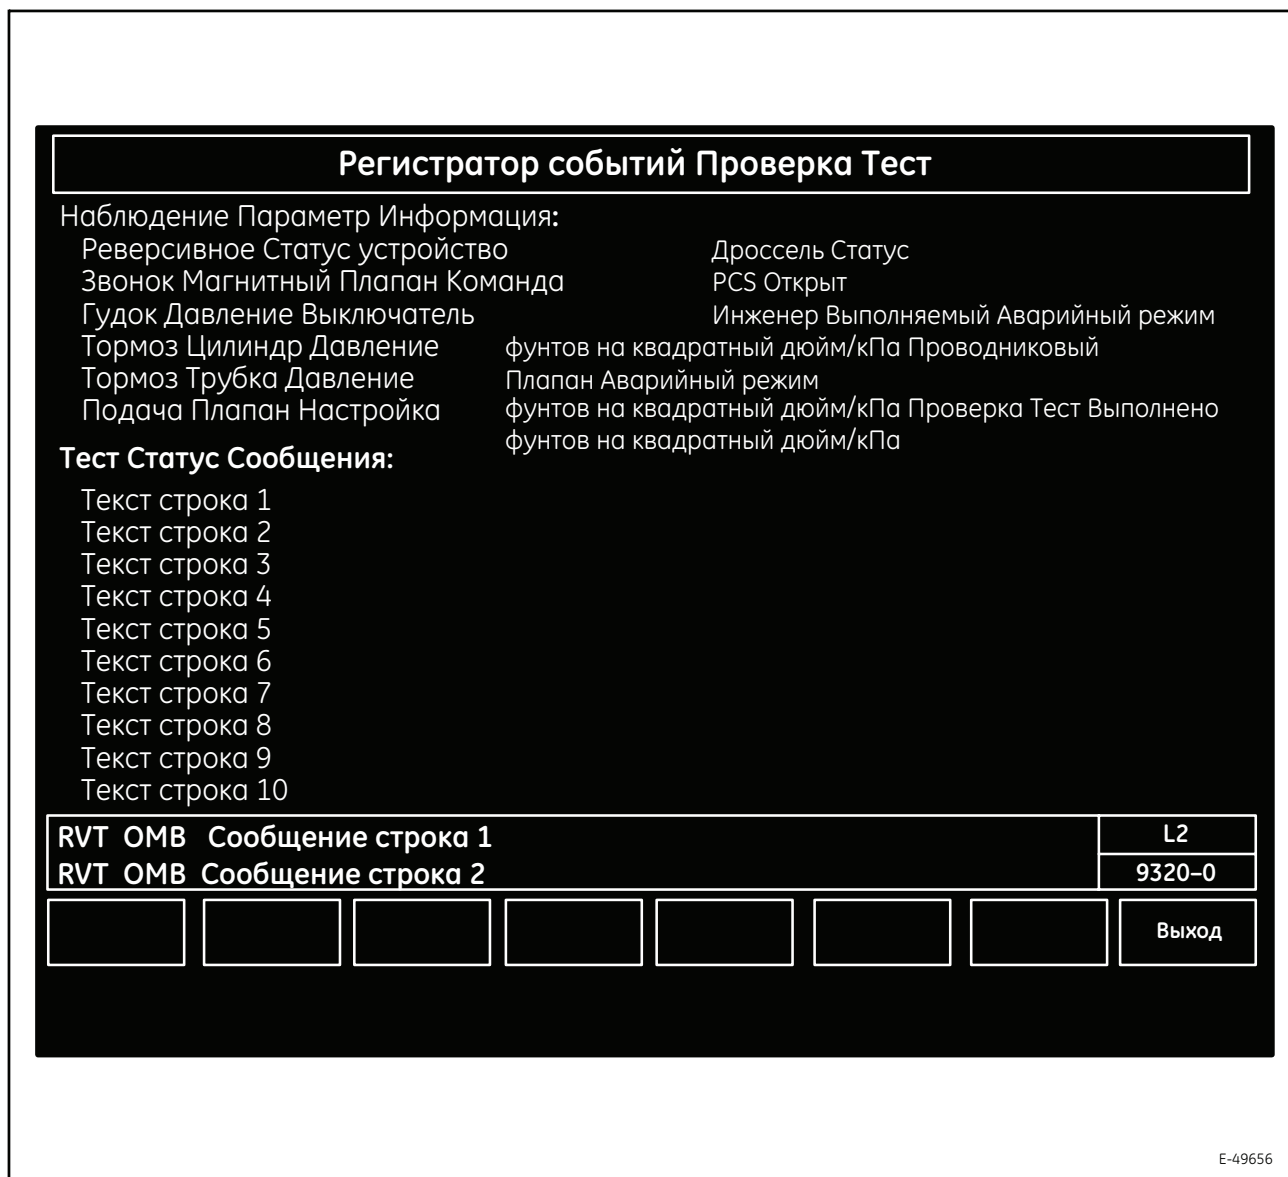

Рисунок 15. Типовая контрольная проверка регистратора событий - состояние по умолчанию (9320-0)
2. Сенсорная клавиша F6 (**Verify Recorder**) (Проверка регистратора) - отображает экран проверки регистратора событий (9320-0, Рисунок 15). На этом экране отображаются некоторые контрольные параметры, сообщения о состоянии проверки (до 10 строк на каждый экран) и подсказки для осуществляющего техническое обслуживание персонала. Сообщения о проверке часто обновляются; последнее по времени формирования сообщение отображается наверху списка. Специалисты по техническому обслуживанию должны следовать инструкциям и подсказкам, отображаемым в окне сообщений для машиниста (OMB). Ярлыки и инструкции к сенсорным клавишам меняются в зависимости от выполняемой в данный момент проверки. Отображаемые в OMB сообщения меняют цвет на желтый, если это определено подсистемой RVT, в противном случае цвет сообщений будет тот же, что и по умолчанию.
- d. Сенсорная клавиша F6 (**Verify Recorder**) (Проверка регистратора) - отображает экран проверки регистратора событий (9320-0, Рисунок 15).